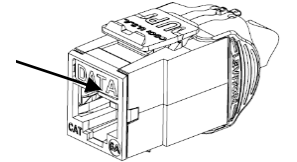

Fig 9.
4. Icons may be removed from the front of a jack by unbending a small paper clip, inserting the end of the clip into the Icon release hole, and gently prying outward. (See Fig. 9).
4. Les étiquettes peuvent être retirées en insérant l'extrémité d'un trombone déplié dans l'orifice de dégagement et en tirant délicatement vers l'extérieur (figure 9).
4. Los iconos se pueden sacar de la parte frontal del conector enderezando un gancho pequeño de papel, insertando la punta en el orificio de liberación del icono y haciendo una palanca suave hacia el exterior (Ver Fig. 9).